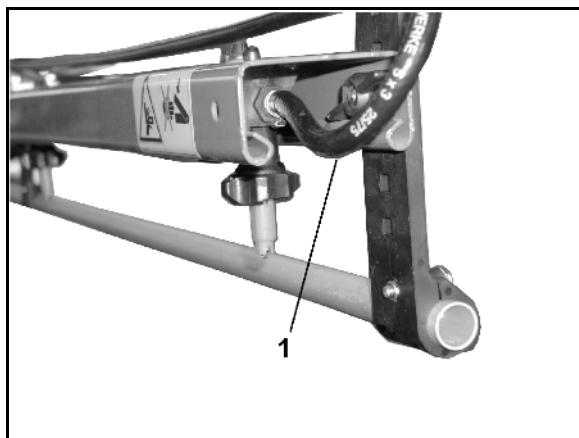

Fig. 123
- permette un ricircolo continuo del liquido a sistema di ricircolo a pressione attivato all'interno della tubazione del prodotto. Al riguardo, ad ogni larghezza parziale è assegnato un tubo di raccordo per il lavaggio (Fig. 123/1).
- un tubo per raccordo di lavaggio (Fig. 123/1) per ogni larghezza parziale.